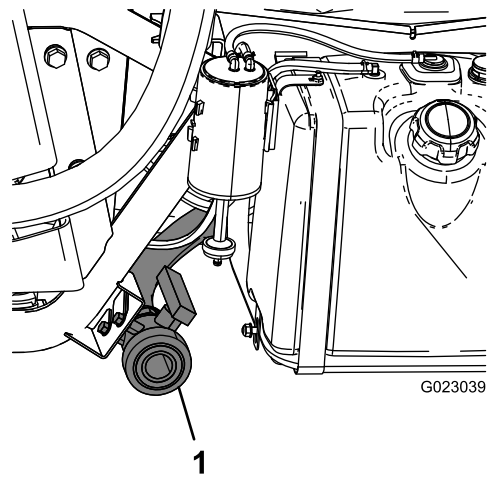

图15
2. 找到机器左侧的药缸排水阀（图15）。
4. 打开阀门，从药缸中排出所有未使用的材料，并依照当地法规及材料制造商的说明来处置排放物（图15）。
5. 当药缸完全排空时，关闭排放阀，然后将排放阀安装到支架上（图15）。